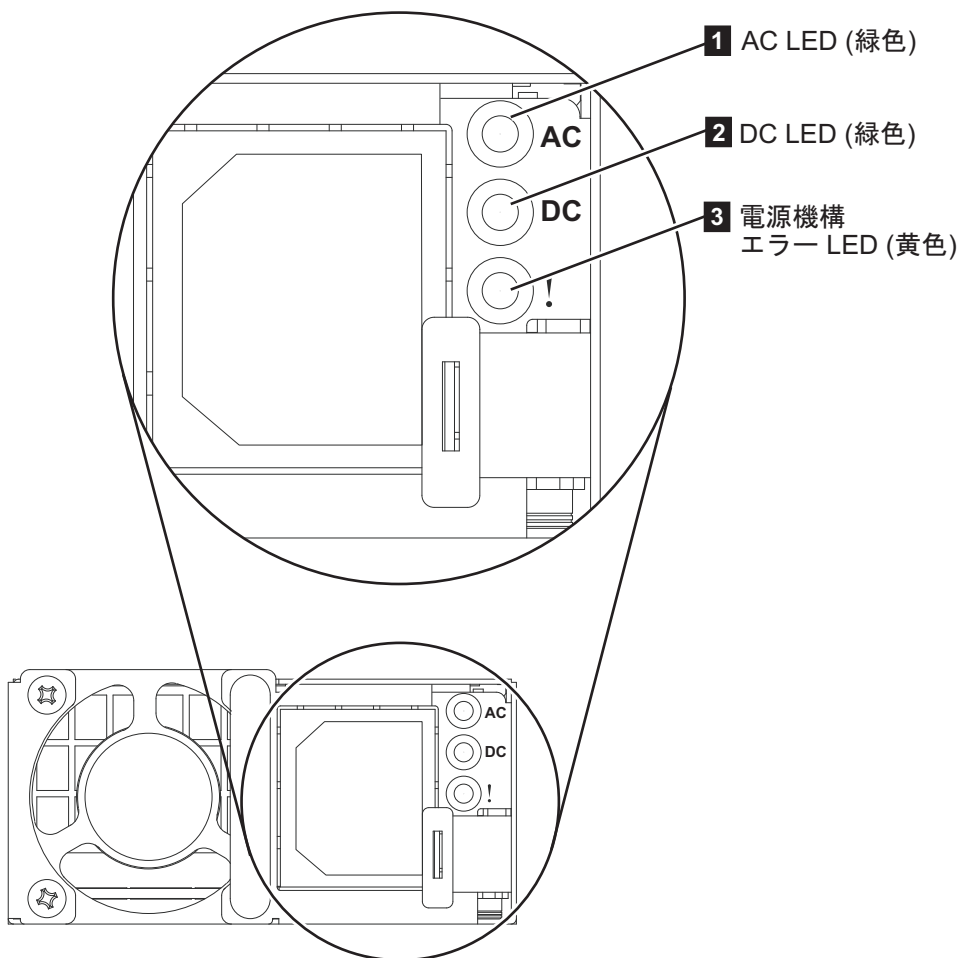

図 40. SAN ボリューム・コントローラー 2145-DH8 の背面パネル上の AC、DC、および電源機構エラー LED のインディケーター
電源機構アセンブリーの背面の **AC LED** インディケーターが点灯していますか?図 40 は、SAN ボリューム・コントローラー 2145-DH8 の背面パネル上の電源機構アセンブリーの背面にある AC LED **1**、LED **2**、および電源機構エラー LED **3** の位置を示しています。
**SAN ボリューム・コントローラー 2145-DH8** 電源機構アセンブリの背面にある電源機構エラー LED が点灯していますか? 332 ページの図 40 は、電源機構エラー LED **3** の位置を示しています。